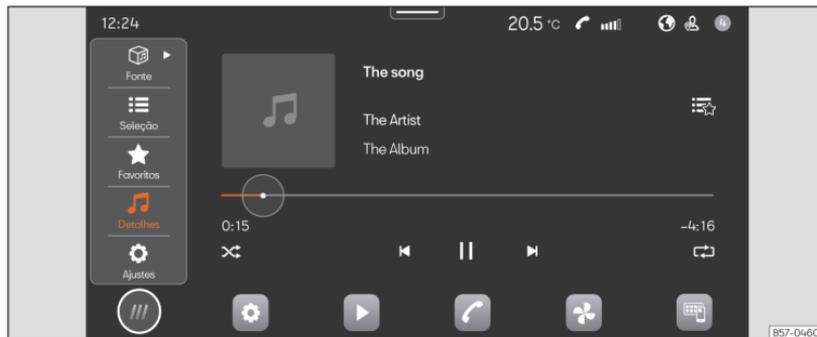

Fig. 141 Representação esquemática: Vista Multimídia.
- Pressione **HOME** > ► >>> **Fig. 141**.